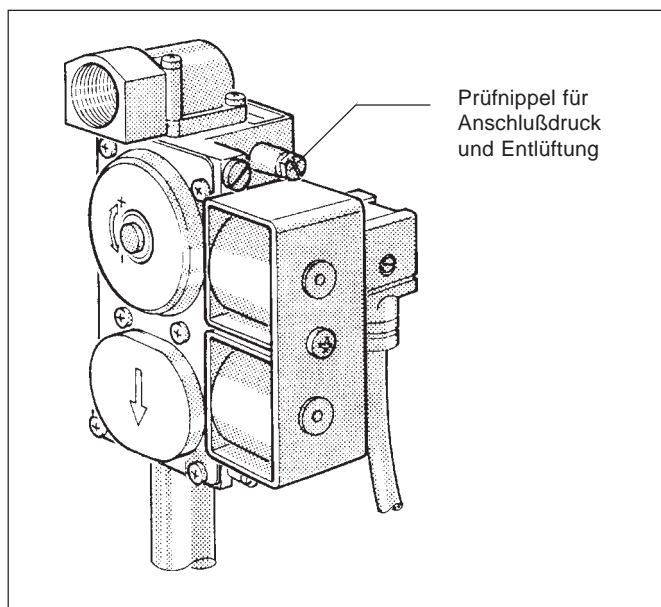

Abb. 14: Gasbrennerarmatur "SIT" 830 Tandem
- Gaszuleitung entlüften: Verschlußschraube des Prüfnippels für Anschlußdruck und Entlüftung an der Gasbrennerarmatur (Abb. 14 bzw. 15) zwei Umdrehungen lösen; bei "SIT" 830 Tandem Verschlußschraube entfernen. Wenn keine Luft mehr vorhanden ist, Verschlußschraube des Prüfnippels wieder schließen.